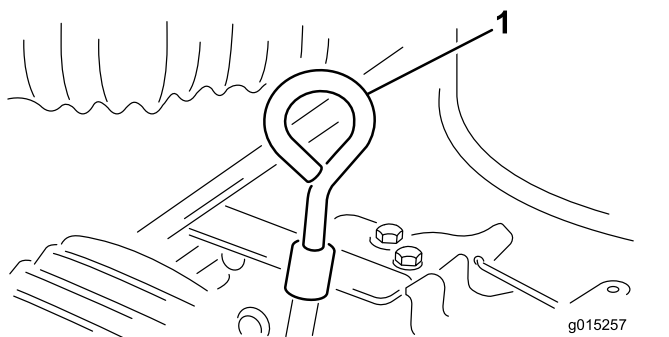

图8
2. 清洁量油尺周围的区域，防止灰尘落入注油孔并损坏发动机。图8